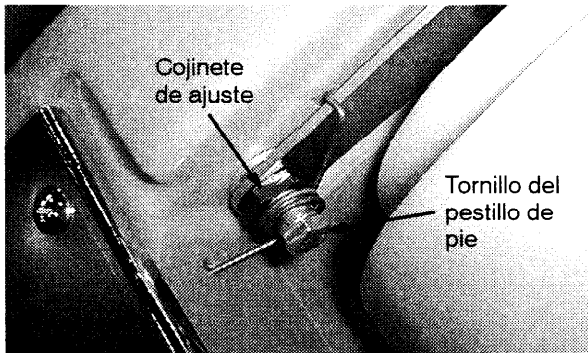

FIG. 33
2. Aflojar el tornillo del pestillo de pie, se requiere una llave de 10 mm (Figure 33).